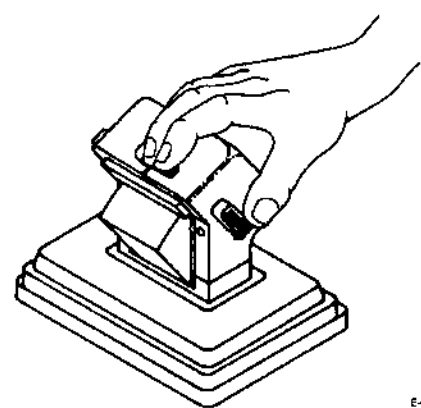

Figura 7
Paso 8: Pulse el botón central de liberación del sistema RENOK para inocular el panel. Debe producirse una liberación suave y uniforme del inóculo sin vacilación ni atascos. Vea la Figura 7.